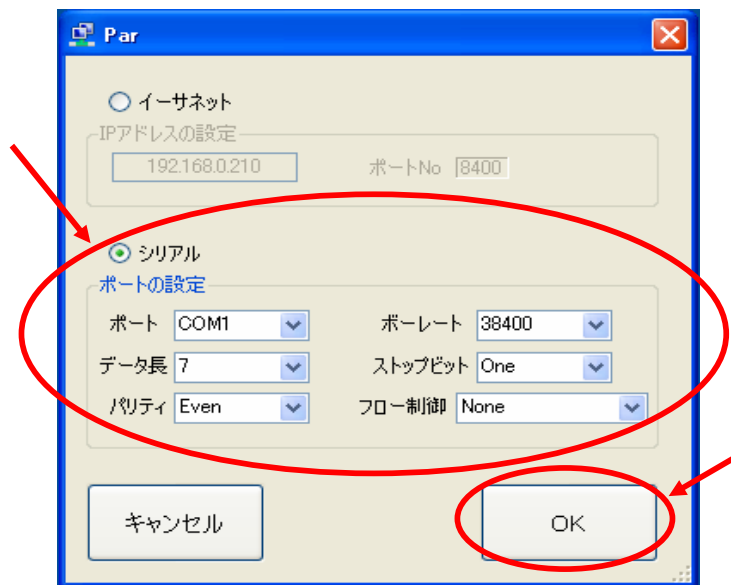

図7
通信パラメータの画面が表示されます。(図7)
3. 「シリアル」を選択し、「ポートの設定」で各値がAS-8400の設定と一致していることを確認します。(図7)
一致していれば「OK」を押します。異なっていれば値を変更し、「OK」を押します。(図7)